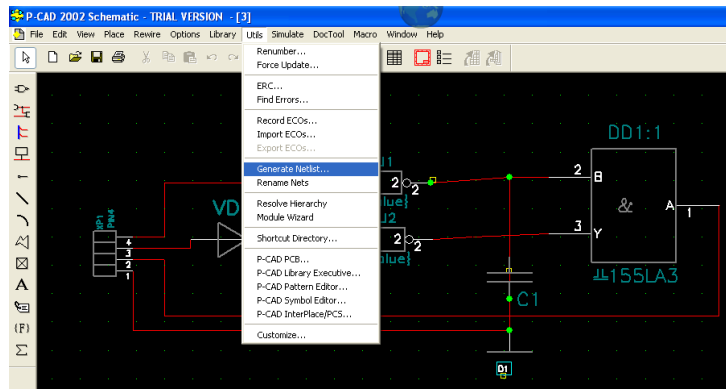

Рисунок 4.16 – Створення списку з'єднань
*Створення списку з'єднань.* Список з'єднань містить у собі список компонентів і кіл із зазначенням номерів виводів компонентів, до яких вони підключені. Він використовується для упакування схеми на друковану плату, тобто для розміщення на полі друкованої плати корпусів компонентів із зазначенням їхніх електричних зв'язків відповідно до принципової схеми. За командою *Utils>Generate Netlist* відкриваємо вікно налаштування параметрів (рисунок 4.16).